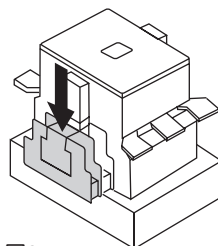

图3
- (3) 按入辅助触头单元, 直至与主件的辅助触头单元相同的位置。(图3)